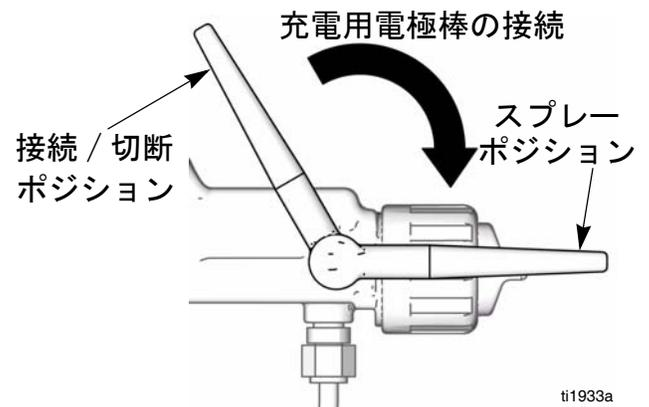

図 4
4. 図 4 で見せられた接続 / 断絶ポジションで上に電極棒を押し下さい。